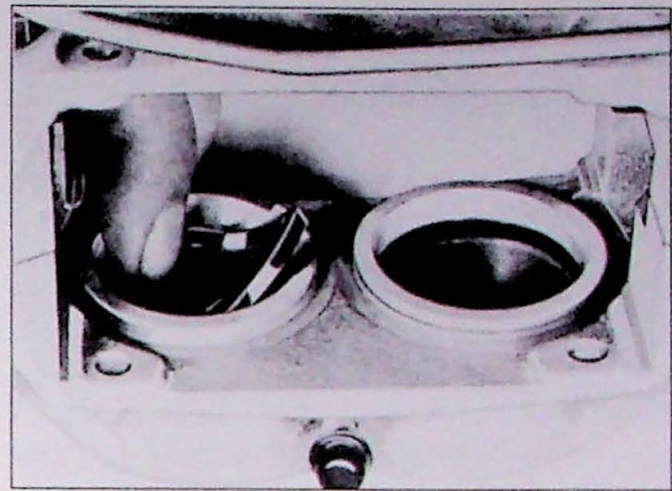

Fig. 11.5. Montage afsluitring
2. Monteer de nieuwe afsluitringen in de cilinders (Fig. 11.5).
- 3a. Vroege uitvoering (Fig. 11.5):